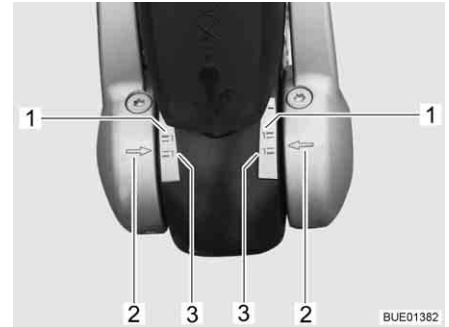

Bild 211 Anzeige Reibbeläge links und rechts
- Wenn die Pfeile an der Druckscheibe (Bild 211,2) unterhalb oder auf der grünen Markierungsfläche (Bild 211,3) stehen, sind die Reibbeläge neuwertig.
- Wenn die Pfeile an der Druckscheibe innerhalb der Markierungsflächen (Bild 211,1 und 3) stehen, sind die Reibbeläge leicht abgenutzt.
- Wenn die Pfeile an der Druckscheibe auf oder oberhalb der roten Markierungsfläche (Bild 211,1) stehen, sind die Reibbeläge abgenutzt. Reibbeläge wechseln lassen.